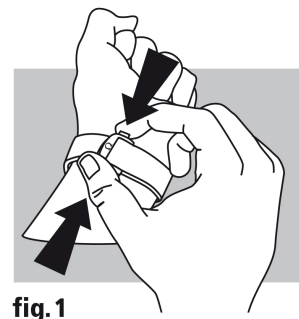

fig.1
**Abertura (fig. 1):** para abrir o fecho, premir os dois fixadores situados em cada lado da fivela OMEGA e puxar para cima.